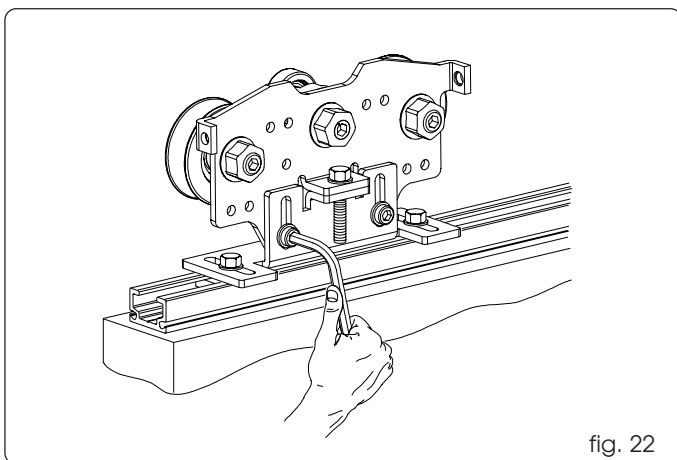

fig. 22
- Haal de twee schroeven met cilindervormige kop iets los (fig. 22).